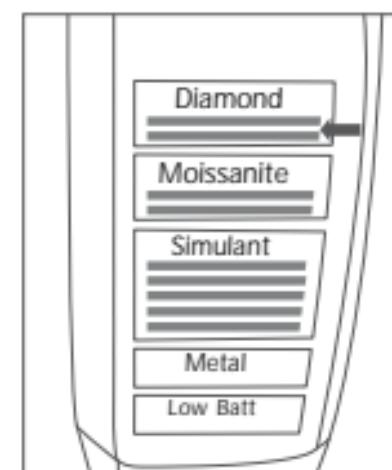

图7b
7. 校准过程中，“Simulant”（模拟物）、“Moissanite”（碳硅石）和“Diamond”（钻石）指示灯将逐一点亮，并伴随着有节奏的 哔哔声，”Diamond”（钻石）LED灯表示校准阶段结束，如图7b所示。